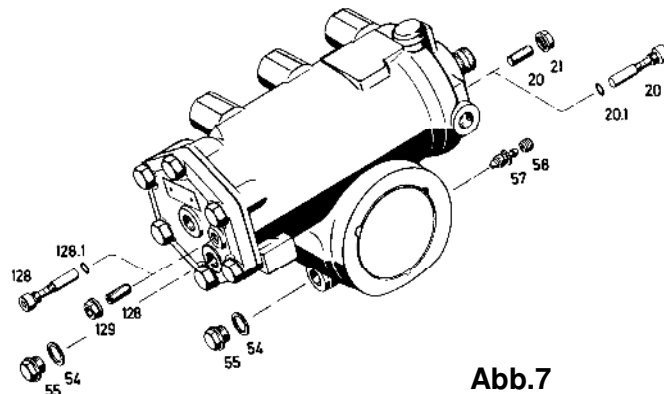

Abb.7
Bei laufendem Motor das Entlüftungsventil (57) öffnen, bis nur noch Öl austritt (**Abb. 7**).